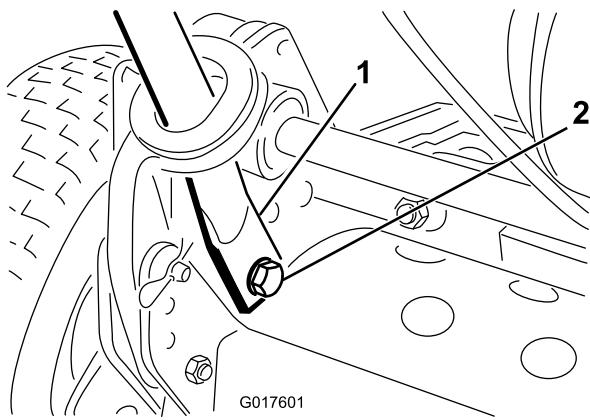

Figure 3
- Insérez les extrémités du guidon dans les trous des bras du guidon et placez les trous en face des axes de montage (Figure 3).
- Poussez les extrémités du guidon vers l'intérieur et placez-les sur les axes de montage (Figure 3).
- Fixez les extrémités du guidon aux axes de montage à l'aide des boulons, des rondelles plates et des rondelles-freins retirées précédemment (Figure 3).
- Fixez les bras du guidon à l'arrière du cadre avec les gouilles fendues et les axes de chape retirés précédemment (Figure 3).